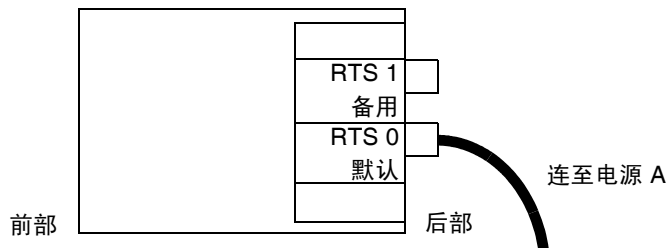

图 3-4 用于 Sun Fire E4900 配置的 Sun Fire 机箱：一个 RTU 部件和一个交流电源
- 在一个 RTU 部件和一个交流电源的配置中，只有一根电源电缆要连接（位于系统后部左侧）（图 3-4）。